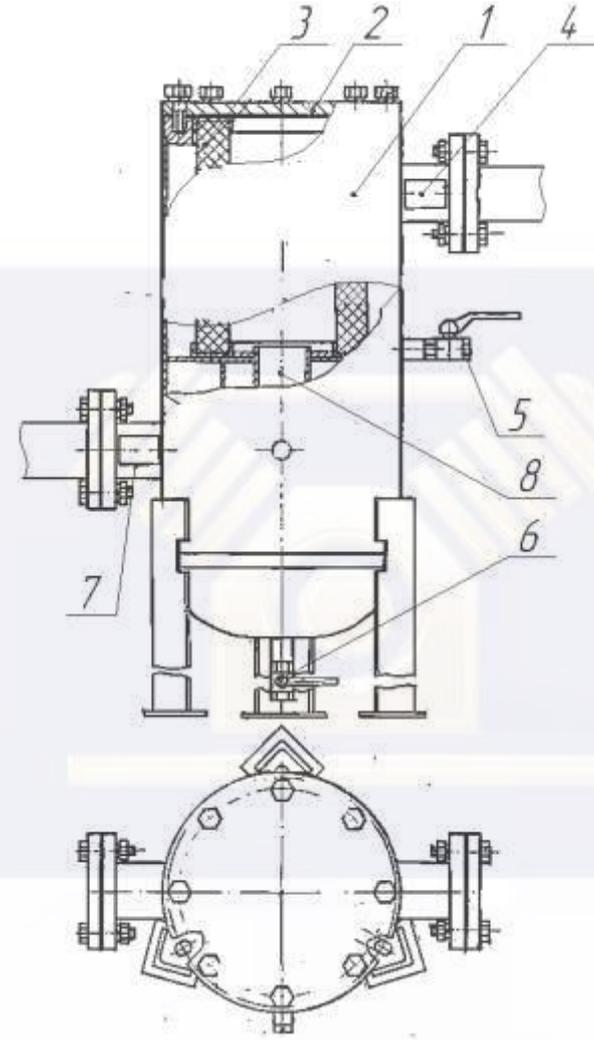

Рисунок 1. Фильтр магистральный.
3.1 В состав изделия (рис.1) входят:
Магистральный фильтр (рис. 1) состоит из корпуса с присоединительными патрубками и бобышками, внутри которого установлен фильтроэлемент. Корпус закрыт стальной крышкой. Для слива конденсата магистральный фильтр имеет краны.